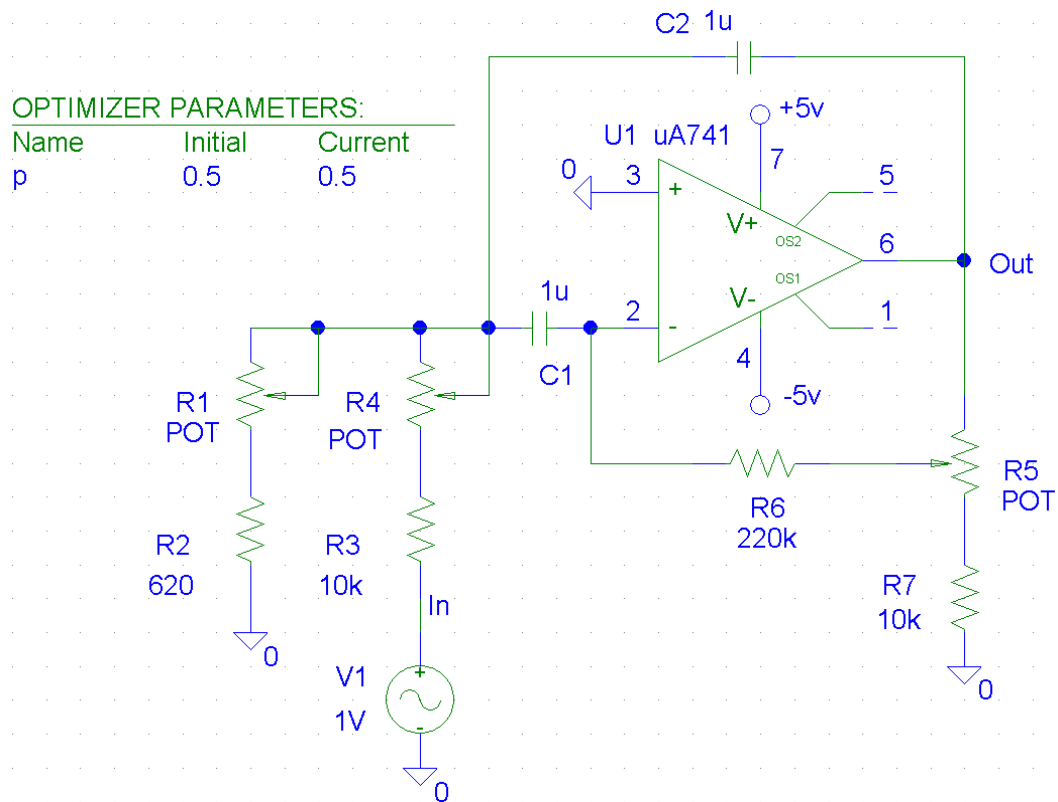

Рисунок 8.4 – Схема полосового фильтра на ОУ
**8.4.1** Создать новый проект. В PSpice Schematics подготовить схему полосового фильтра для АС анализа и сформировать список оптимизируемых параметров (**рис. 8.4**).